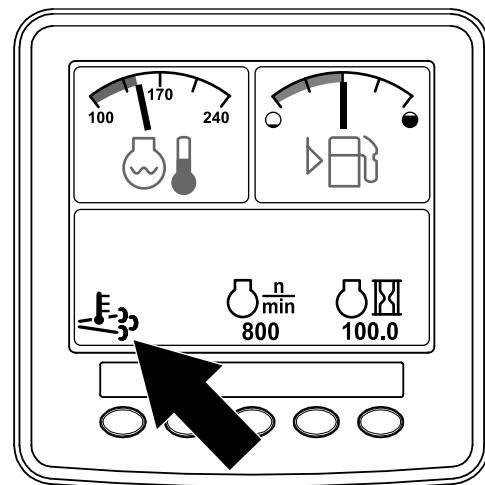

Figura 39
- El icono de temperatura alta de los gases de escape  aparece en el InfoCenter (Figura 39).